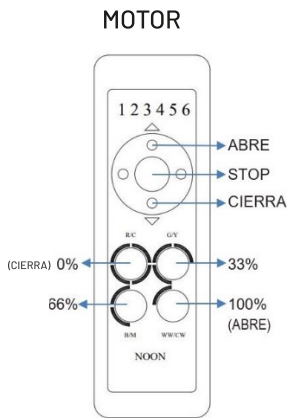

Imagen 2: funciones motor
Ahora deberá configurar el mando Noon a modo RGB. Volver a quitar y dar corriente. Antes de que pasen 30 segundos al encendido (ON) del sistema, pulsar 1 vez el botón P3 del mando Noon entre 1 y 2 s, y a continuación pulsar el botón STOP (ver imagen 2) 1 sola vez. Las luces RGB se encenderán durante 1 s, se apagarán y posteriormente se encenderán durante 5 s.
Podrá mover las lamas manteniendo pulsado el botón abrir del mando (ver imagen 2 de funciones del mando Noon). Si en lugar de abrir las lamas estas se cierran, es porque se ha invertido la polaridad de los cables de los motores. Se deberán conectar correctamente. Posicionar el mando en el canal 1 (canal reservado para los motores) y a continuación pulsar el botón P3 (situado en parte trasera) durante 10 s. Las lamas harán dos cierres y dos aperturas completas.
- Desactivación: mantener pulsado el botón STOP del mando (ver imagen 2) durante 10 s. La centralita emitirá un sonido continuo durante 4 s y L4 emitirá un destello cada 2 s.
- Activación: mantener pulsado el botón STOP del mando (ver imagen 2) durante 10 s. La centralita emitirá un sonido continuo durante 4 s.